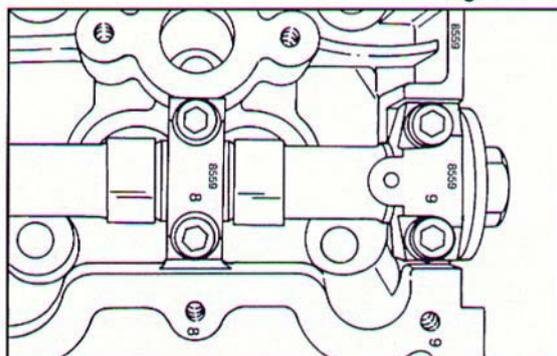

Fig. 174 ▼
**NOTA** Sui cappellotti sono riportati il numero di serie della testa e il numero d'ordine del cappello stesso (Fig. 174), che devono essere orientati nello stesso verso dei numeri sulla testa, determinando univocamente gli accoppiamenti dei vari cappellotti. È quindi superfluo contrassegnare i cappellotti. In caso di sostituzione, la testa cilindri viene fornita a ricambio assieme ai dieci cappellotti.
**NOTE** The caps have the head serial number and the cap order number marked on them (Fig. 174); these numbers must be positioned in the same way as the numbers on the head for unique determination of the cap couplings. This makes marking the caps superfluous. In cases of replacement, the spare cylinder head is supplied with the ten caps.